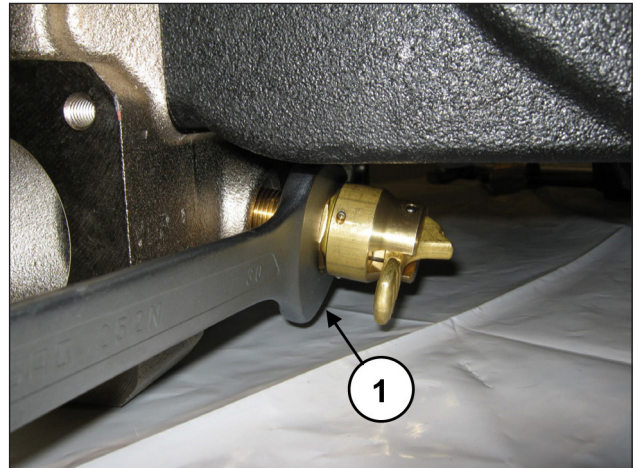

Fig. 139
Desserrer le dispositif d'ouverture des soupapes à l'aide d'une clé de 30 mm (rep. ①, Fig. 139).